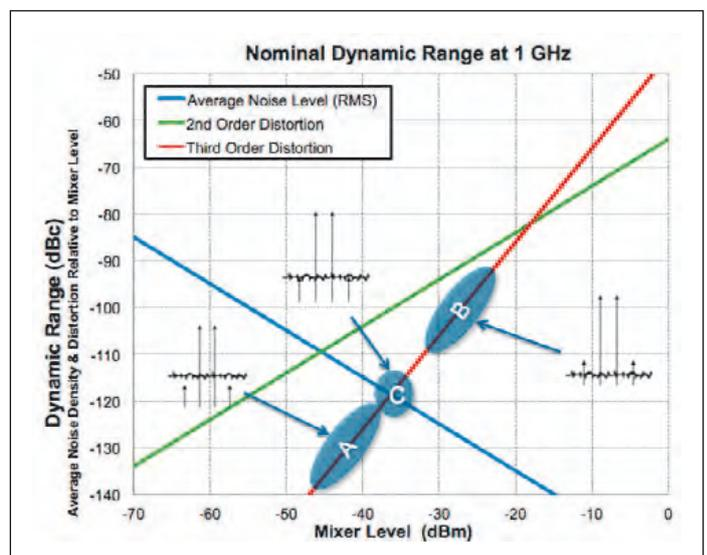

Bild 6: Diagramm des Dynamikbereichs des PX1e-5668 VSA
Zusätzlich zur ausreichenden Entkopplung zwischen den Quellen des Stimulussignals muss man auch den Vektor-Signalanalysator (VSA) so konfigurieren, dass er mit optimalen Linearitätseinstellungen arbeitet. Wie Bild 6 zeigt, sind das Signal-/Rausch-Verhältnis und die intern erzeugten Verzerrungsprodukte auf den Mischerpegel des VSA bezogen. Üblicherweise wird der Mischerpegel automatisch für den besten Dynamikbereich optimiert, indem man die Eingangs-Dämpfung/Verstärkung einjustiert, wenn der Referenzpegel festgelegt wird. Um manuell den Mischer-Pegel zu justieren, kann man die Dämpfung einstellen, um das gewünschte Verhalten zu erreichen:
- Der ideale Einstellpunkt (Punkt C in Bild 6) des VSA liegt dort, wo der Mischerpegel groß genug ist, um den Rauschboden herabzusetzen, aber auch noch klein genug, damit die intern generierten Verzerrungspunkte nicht mit der Messung interferieren.
- Punkt A in Bild 6 zeigt eine Einstellung, wo die Messung durch den VSA-Rauschflur begrenzt wird. Im Grunde genommen ist hier mehr Verstärkung erforderlich, die den Rauschflur ausreichend verringert, um die Intermodulations-töne aufzulösen.
- Punkt B in Bild 6 demonstriert den Fall, dass der Downconverter zu viel Verstärkung hat. Es wird daher mehr Dämpfung benötigt, um die intern generierte VSA-Verzerrung zu reduzieren.